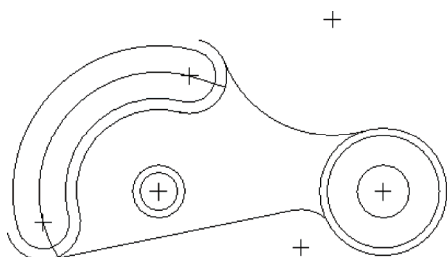

图 2-45 打开模型文件
STEP 01 单击快速访问工具栏中的“打开”按钮，打开模型文件，如图 2-45 所示。